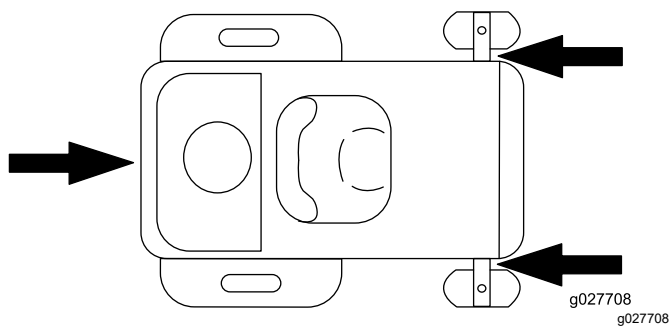

Figura 34
6. Ancorate la macchina in prossimità delle ruote orientabili anteriori e del telaio posteriore con cinghie, catene, cavi o corde (Figura 34). Fate riferimento ai regolamenti locali per i requisiti di ancoraggio.